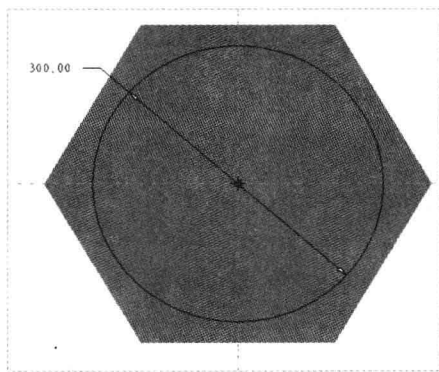

图 7-44 绘制截面
Step 04 接受默认的草绘视图方向和参考，单击“草绘”按钮，进入草绘环境，单击“草绘”选项卡中的相应按钮，绘制截面，如图 7-44 所示。